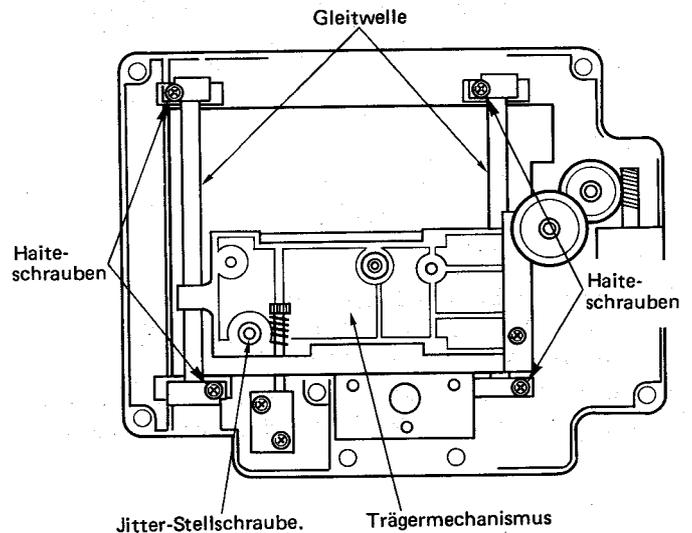

Abb. 12
- 6) Mechanismus umdrehen, die 4 Halteschrauben (siehe Abbildung 12) entfernen, die die 2 Gleitwellen halten und den Trägermechanismus herausnehmen.
8) Der optische Tonabnehmer kann nach Entfernen der Jitterazimut-Stellschraube abgenommen werden (Siehe Abbildung 12).